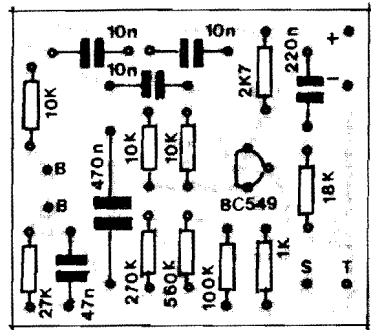

Fig.3
**- FIG. 3 - "CHAPEADO" DA MONTAGEM** - O "outro" lado da placa" (face não cobreada), já com todas as peças posicionadas e identificadas, pelos seus códigos, valores, etc. Obser-